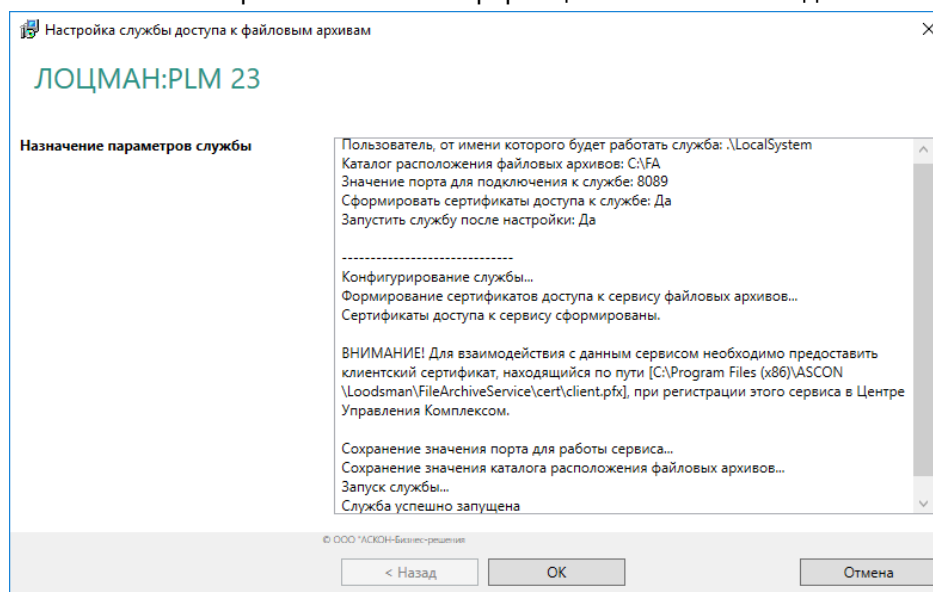

Рис. 4.34
9. По окончании настройки появится информация о выполненных действиях (рис. 4.34).